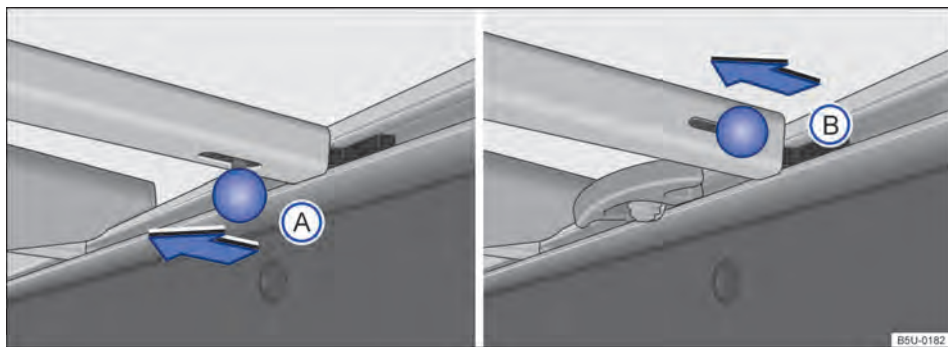
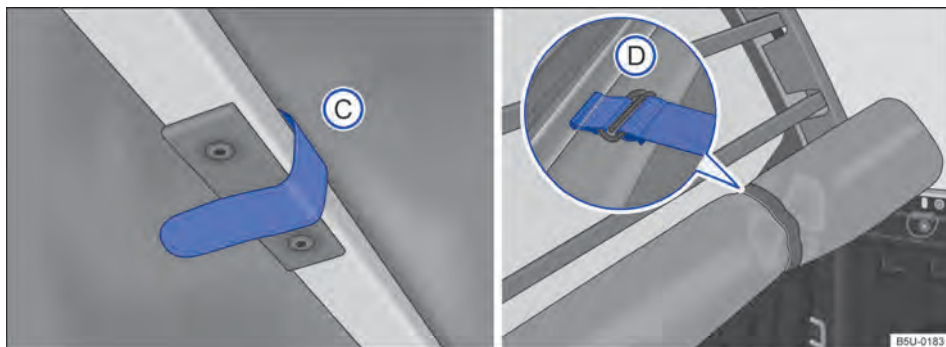

Fig. 66 Travessas no compartimento de carga: (A) veículos com suportes de amarração fixos, (B) veículos com suportes de amarração deslizantes.
Fig. 67 No compartimento de carga: tira de fixação e capota marítima corretamente recolhida.
- Para remover de tipo (A) ou (B), deslocar o pino de travamento no sentido da seta → Fig. 66. Para remover a travessa que está próxima ao vidro traseiro, é necessário soltar as tiras de fixação da capota → Fig. 67 (C).
- Após o recolhimento total da capota, prenda-a com as cintas de fixação (D).